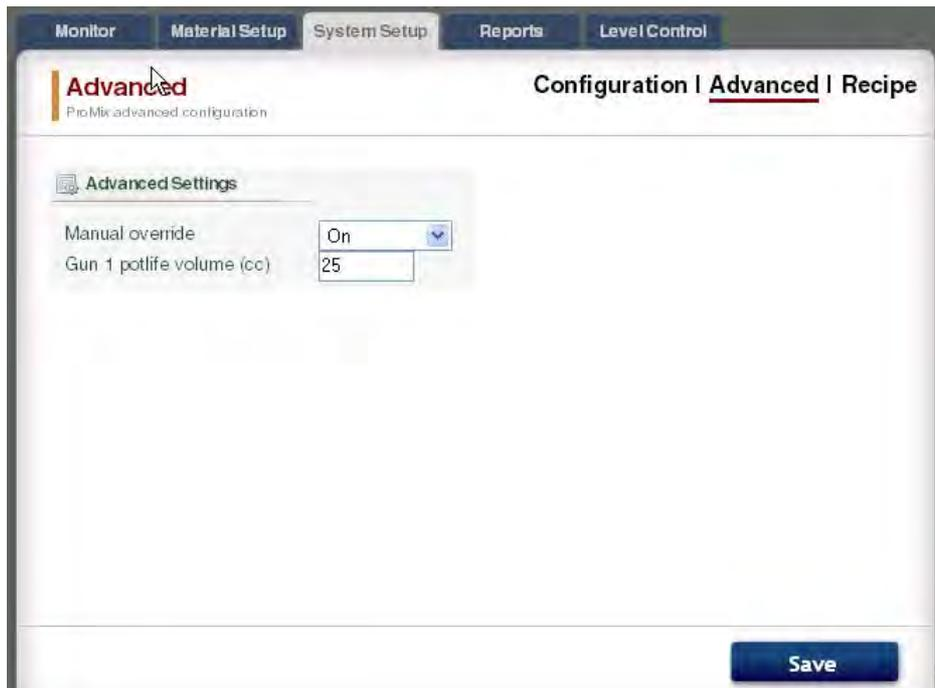

FIG. 57: Pantalla de Ajustes del Sistema, Pantalla Avanzada
- La pantalla **Avanzado** corresponde a la pantalla de Ajustes Avanzados del EasyKey. Vea FIG. 57. Para una información completa sobre estos ajustes y sus efectos, consulte la sección Ajustes en el manual de operativa del sistema.